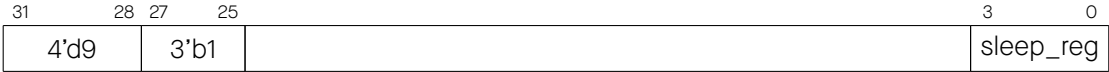

图 30-13. 指令类型 - SLEEP
**Operand**    **描述** - 见图 30-13